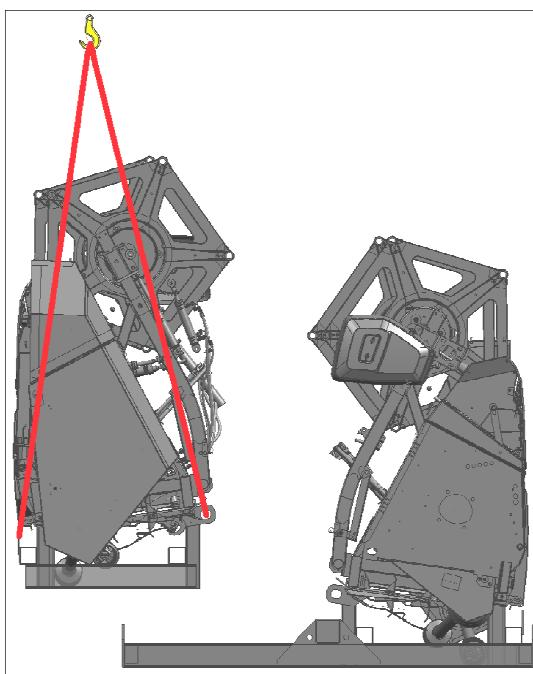

Рисунок 8.17
- 2) установить жатку в общую подставку (рисунок 8.17);